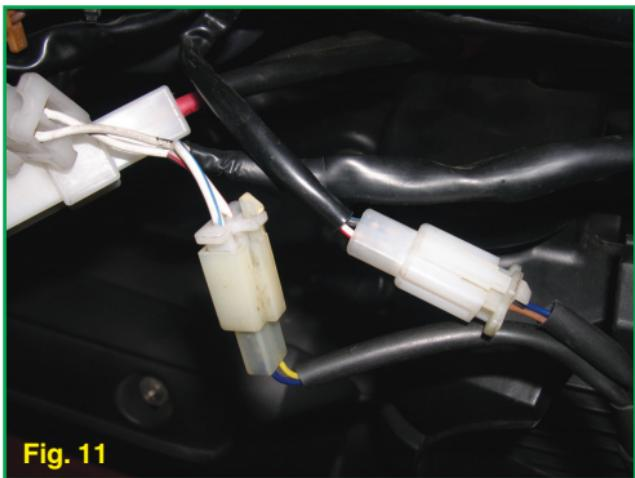

Fig. 11
- Scollegare il cablaggio del pick-up del volano e collegarlo ai due connettori presenti sul cablaggio della centralina TOP (Fig. 11).